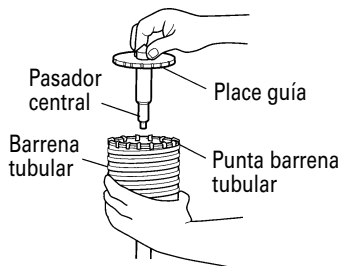

Fig. 14
- (3) Insertar el pasador central en la placa guía hasta que se pare.
(4) Unir la placa guía con la barrena tubular y girar la placa guía hacia la izquierda o hacia la derecha de forma que no se caiga a pesar de estar indicando hacia abajo. (Fig. 14)